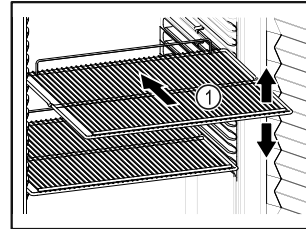

Fig. 38
- Wenn Abstellroste Fig. 38 (1) versetzbar sind, je nach Höhe anpassen.